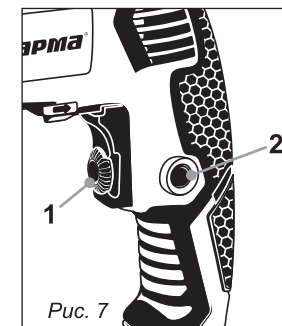

Рис. 7
5.5. Кнопка фиксации выключателя (рис. 7)